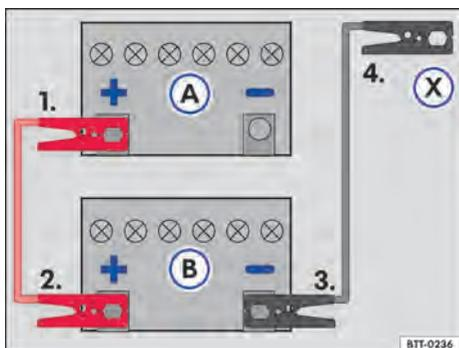

Fig. 175 Esquema para a conexão dos cabos auxiliares de partida: bateria do veículo descarregada (A) e bateria do veículo fornecedora de corrente (B).
Legenda para → Fig. 175:
Conectar o cabo auxiliar de partida somente na sequência 1 – 2 – 3 – 4 → Fig. 175.
- Conectar uma extremidade do cabo auxiliar de partida *vermelho* ao polo positivo (+) do veículo com a bateria do veículo descarregada → Fig. 175 (A) → ⚠️.
- Conectar a outra extremidade do cabo auxiliar de partida *vermelho* ao polo positivo (+) do veículo fornecedor de corrente (B).
- Conectar uma extremidade do cabo auxiliar de partida *preto* ao polo negativo da bateria do veículo fornecedor de corrente (B).
- Conectar a outra extremidade do cabo auxiliar de partida *preto* (X) no veículo com a bateria do veículo descarregada em uma peça maciça de metal aparafusada firmemente ao bloco do motor ou no próprio bloco do motor - porém não nas proximidades da bateria (A) → ⚠️.